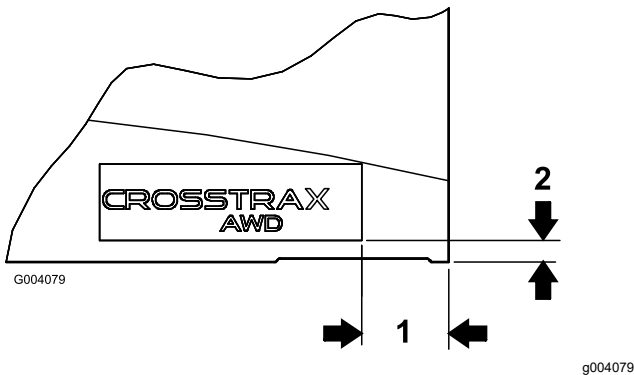

Bild 13
- Verwenden Sie die in Bild 13 abgebildeten Abmessungen und bringen Sie an diesen Stellen einen CROSSTRAX-Aufkleber an der unteren rechten Kante jeder Motorhaubenseite an.